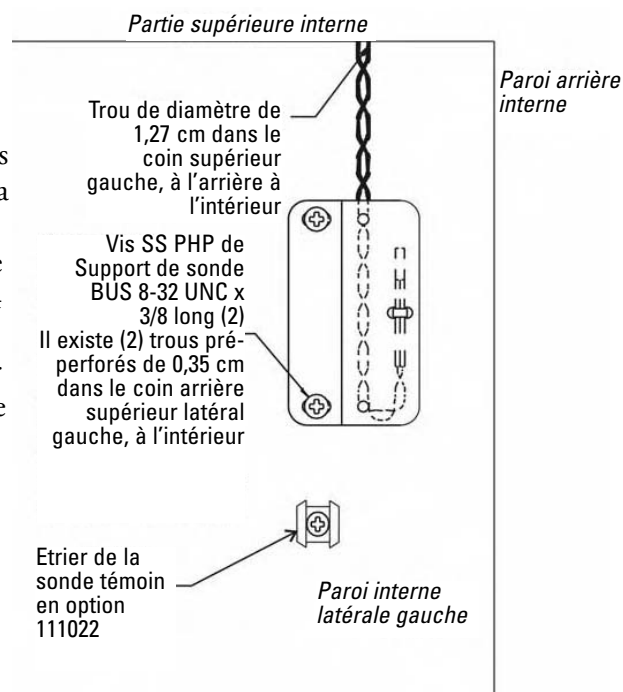

Figure 5-4. Etrier de la sonde montée
1. Localiser le trou pré-perforé de 0,20 cm situé dans le coin supérieur gauche du plafond de la chambre. Retirer l'attache de fixation du harnais extensible de la sonde/du solénoïde. Dérouler le fil de sortie de la sonde et faire passer l'extrémité de la sonde (environ 4,7 cm) vers le bas via le trou de 0,20 cm (Figure 5-4).
3. Tarauder (n° 8-32) les deux trous pré-perforés situés à l'intérieur de la paroi gauche du congélateur. Monter le support. La Figure 5-4 illustre la sonde de sauvegarde montée sur la paroi interne gauche du congélateur.